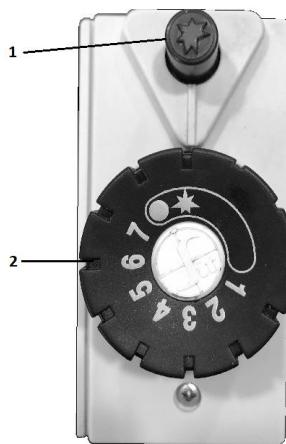

Рис. 2. Панель автоматики (1 – кнопка п'єзозапалювача, 2 – ручка управління).
- початкове положення ручки управління «2» (див. Рис.2) повинно знаходитися в положенні  «вимкнено» .
- натисніть ручку управління «2» вниз до упору і, не відпускаючи її, натисніть кнопку п'єзозапальника «1» (див. Рис.2).
- для розпалу основного пальника поверніть ручку управління «2» проти годинникової стрілки до поз. 1 – 7 (див. Рис.2) Максимальна температура нагріва теплоносія 90°C буде відповідати цифрі 7.